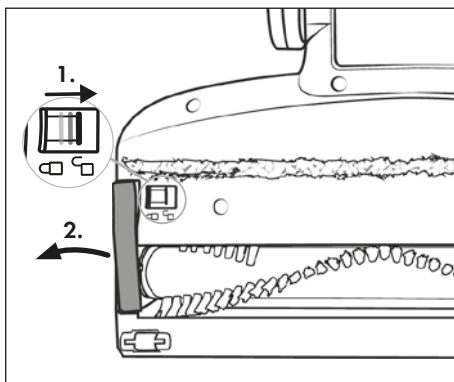

Fig. 24
- N'utilisez l'appareil qu'avec un rouleau brosse ②① correctement monté.
- 1) Retirez la brosse de sol ②② du tube d'aspiration ②④ ou de l'appareil (voir chapitre **Démontage de l'appareil**). Retournez la brosse de sol ②②.
- 2) Déverrouillez le rouleau-brosse ②① en faisant glisser le dispositif de déverrouillage du rouleau-brosse ①⑨ vers la droite du doigt, puis retirez le support du rouleau-brosse ②① de la brosse de sol ②② (voir figure 24).